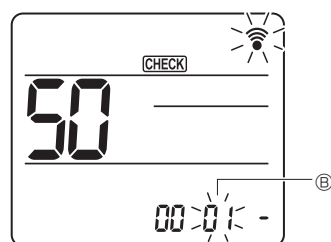

Fig. 6-16
③ Вибір режиму
Натисніть кнопку [01] для вибору номера режиму ②. (Fig. 6-16)